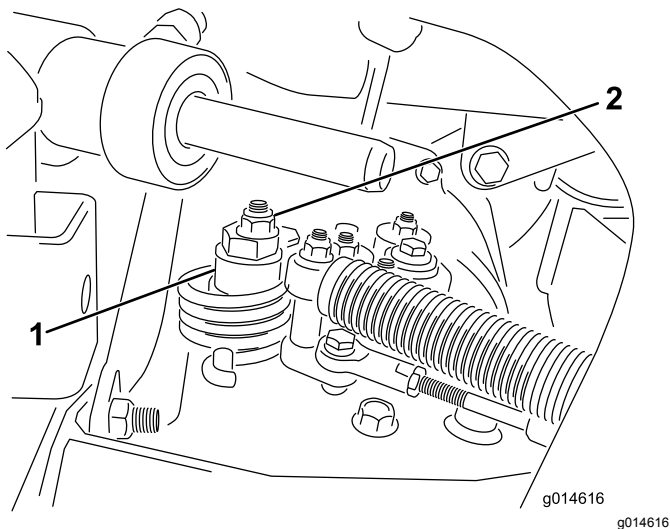

Figura 34
A. Liberte a porca que fixa o disco excêntrico ao cima do hidróstato (Figura 34).
C. Rode o disco excêntrico até eliminar a deslocação em qualquer um dos sentidos. Quando a roda deixar de rodar, aperte a porca, bloqueando deste modo o disco excêntrico e fixando a posição de ajuste (Figura 34). Verifique se o ajuste é o adequado colocando o acelerador nas posições LENTO e RÁPIDO.